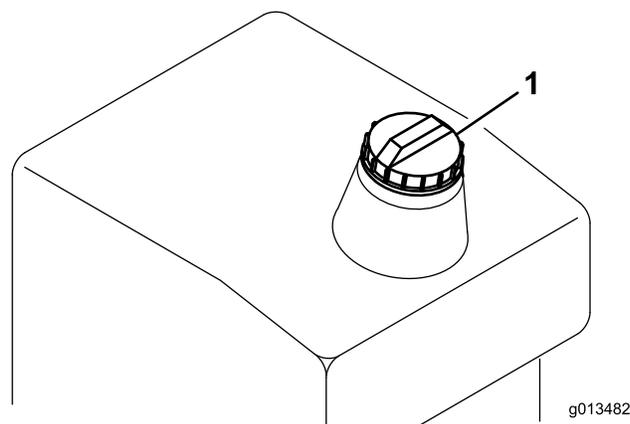

Figura 11
1. Pulite intorno al tappo del serbatoio del carburante (Figura 11).